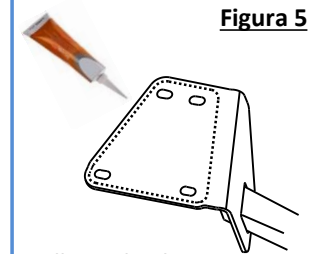

Figura 5
- Instalar el enganche:** Aplicar sellador de silicona en las superficies de montaje del soporte de enganche para evitar la entrada de agua y gases del escape. **Ver la Figura 5.** Levantar el enganche y el travesaño del parachoques a su posición al alinear los orificios con las tuercas de soldar en el panel lateral. Colocar el enganche en el medio entre el travesaño del parachoques y el panel lateral. **Ver la Figura 1.**
- Instalar los fijadores:** Con un cubo de 13 mm, instalar (8) tornillos hexagonales M8, arandelas de seguridad y arandelas planas provistas con el enganche en las tuercas de soldar en el panel lateral, (4) por lado.
- Reinstalar la fascia:** Reinstalar la fascia inferior al alinear las lengüetas en la fascia inferior con la parte superior. Reinstalar los (6) clips retenedores en las lengüetas de la fascia que se quitaron en el paso 2a.
- Volver a instalar la moldura del receptáculo de la rueda y los paneles de la carrocería inferior:** Volver a instalar las molduras del receptáculo de la rueda y (2) paneles de la carrocería inferior con fijadores originales que se indicaron en los pasos 1 y 2.
5. **Instalar el enganche:** Aplicar sellador de silicona en las superficies de montaje del soporte de enganche para evitar la entrada de agua y gases del escape. **Ver la Figura 5.** Levantar el enganche y el travesaño del parachoques a su posición al alinear los orificios con las tuercas de soldar en el panel lateral. Colocar el enganche en el medio entre el travesaño del parachoques y el panel lateral. **Ver la Figura 1.**
6. **Instalar los fijadores:** Con un cubo de 13 mm, instalar (8) tornillos hexagonales M8, arandelas de seguridad y arandelas planas provistas con el enganche en las tuercas de soldar en el panel lateral, (4) por lado.